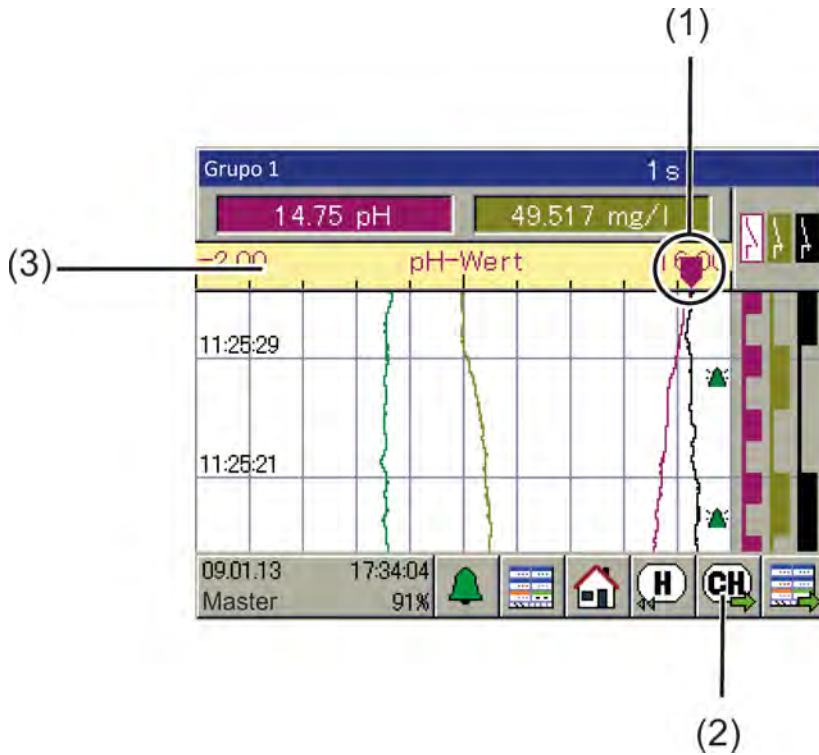
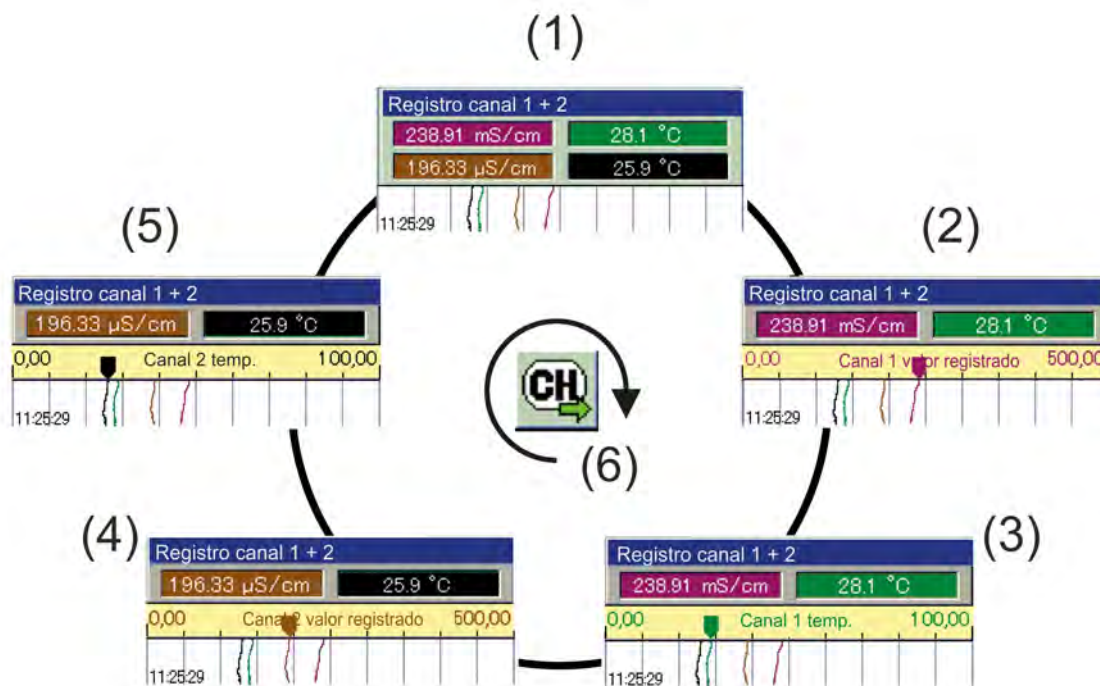

Fig. 50: Vista del marcador
Fig. 51: Hojejar la vistas del marcador
- (1) Diagrama de pistas binarias de 3 canales (visualización de los estados de señales grabados de hasta 3 valores binarios)
- (2) Botón de selección «Transferencia de canal» para hojear las vistas del marcador (representaciones gráficas de una escala con marcador escritor) para los canales individuales 1 hasta 4. Véase Fig. 50 y Fig. 51 .
- (3) **Solamente en caso de registro del suplemento de tipo:**
- (4) Diagrama del registrador de trazo de 4 canales (visualización de los datos de medición grabados de hasta 4 valores analógicos y visualización de los eventos como símbolo)
- (5) Campo de visualización para la visualización numérica de los valores de medición actuales de los canales analógicos 1 hasta 4
Con el botón de selección «Transferencia de canal» (véase Fig. 50 (2)) se resaltan las mediciones individuales del grupo respectivo.